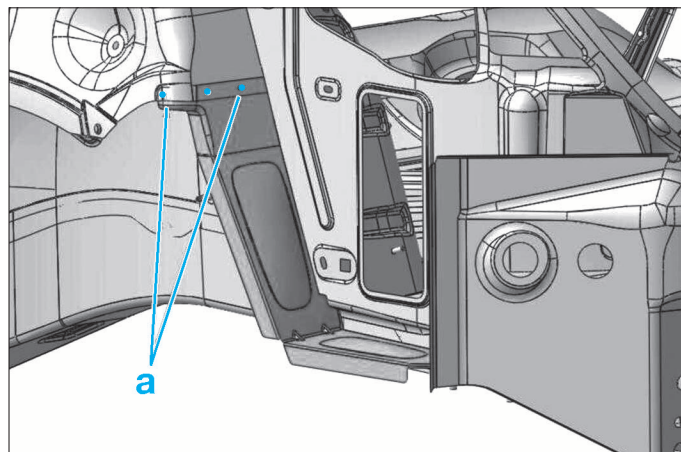

FIG. 115
- les 3 points (a) (Fig.115).
- (a) par points électriques (Fig.115).